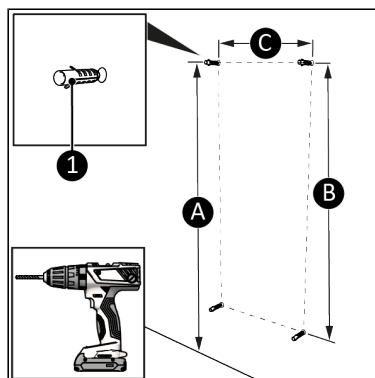

Figure 8.
4. Percez deux trous supérieurs pour les chevilles en observant une distance horizontale de 392 mm entre les trous (Figure 8, pos. C). Utilisez les distances de la liste ci-dessous pour vous assurer que la distance au sol est d'au moins 60 cm sous l'appareil (Figure 8, pos. A).
5. Percez deux trous inférieurs pour les chevilles en observant une distance horizontale de 392 mm entre les trous (Figure 8, pos. C). La distance verticale entre les trous inférieurs et supérieurs est d'environ (Figure 8, pos. B) :